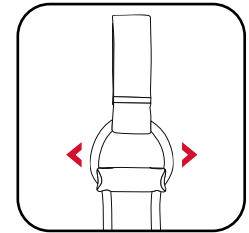

Abb. 1
1. Lösen Sie die elastischen Riemen vom Gehäuse, indem Sie sie in die auf Abb. 1 gezeigte Richtung ziehen